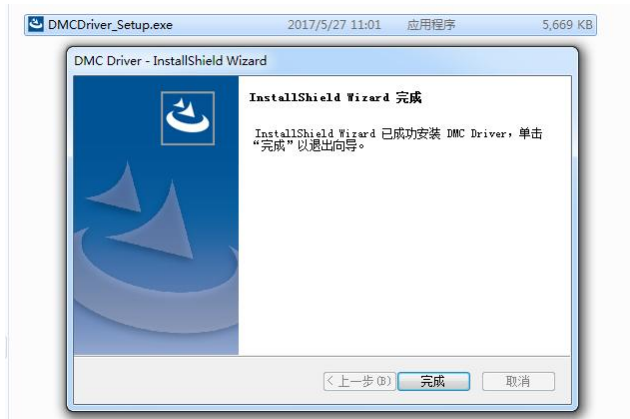

图 4.12 完成驱动程序安装
6、安装完成后，显示界面如图 4.12 所示，点击“完成”。